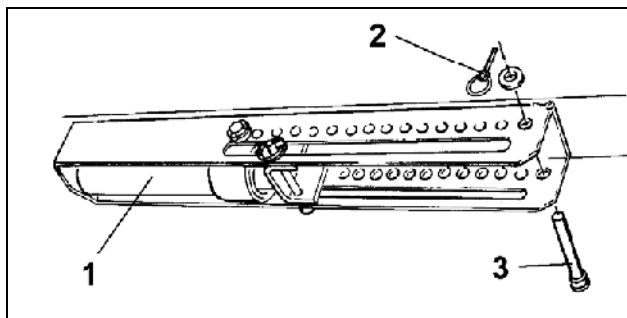

Fig. 88
- Gjør hydraulikksylinderen (Fig. 88/1) trykløs.
- Sett inn bolten (Fig. 88/3) i en av boringene til hullrekken og sikre den med en låsesplint (Fig. 88/2).